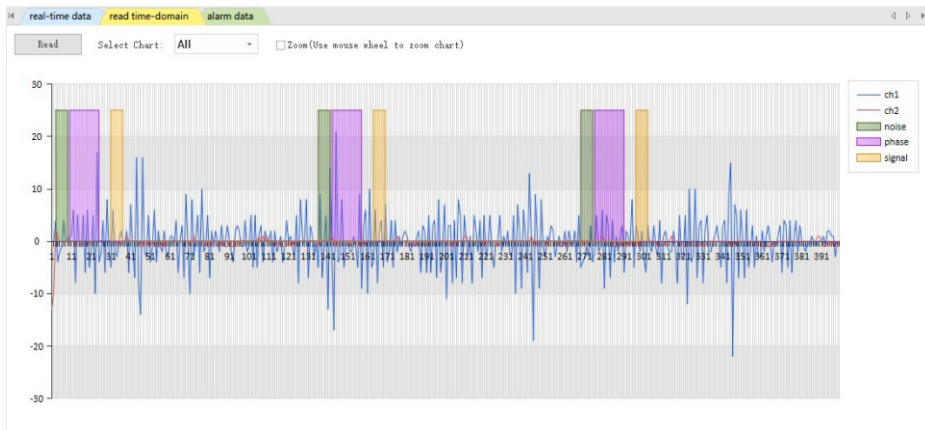

Рисунок 6-5
1. Нажмите «Прочитать данные временной защиты/read time-damain». Как показано на рис. 6-5, по горизонтальной оси отложено значение фазы, а по продольной оси — значение шума, обнаруженное текущей системой, с графиком. Синие и красные волны показывают состояние сигнала, принимаемого по каналам 1 и 2 по отдельности. Столбцы зеленого, фиолетового и желтого цветов соответственно представляют значения фазы шумового сигнала, передаваемого сигнала и принимаемого сигнала.